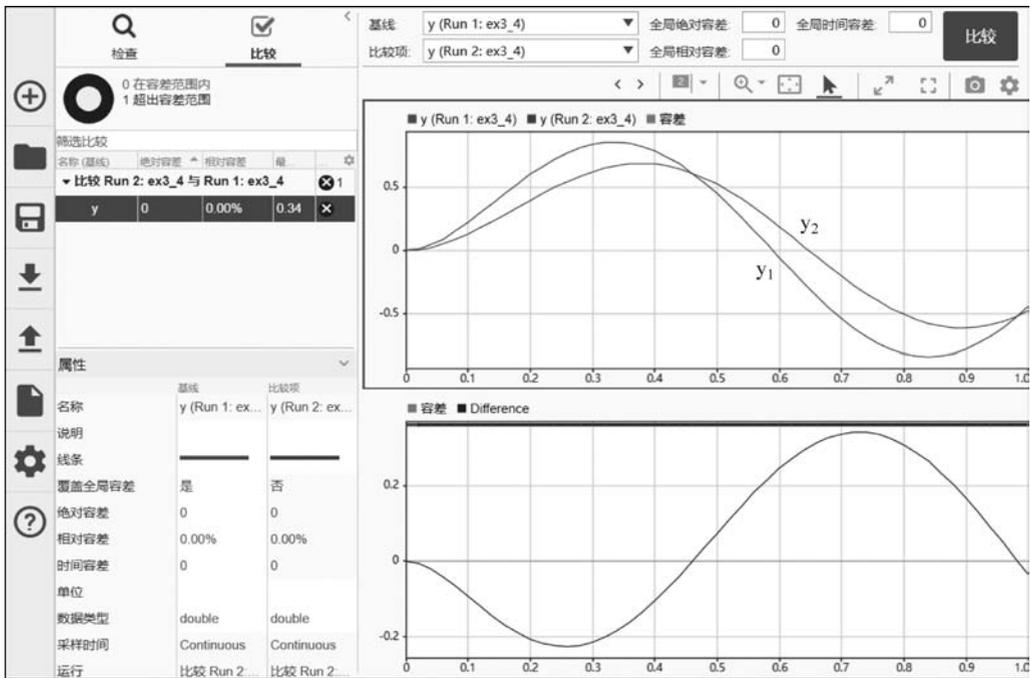

图 3-37 确定时间容差
(2) 选择“基线”下拉列表最下面的“信号”标签,此时将列出所有运行实例中的信号。单击 Run1 实例中的信号  $y$  (设为  $y_1$ )。类似地,在“比较”下拉列表中选择 Run2 实例中的信号  $y$  (设为  $y_2$ )。
(3) 在“全局绝对误差”和“全局相对误差”框中设置绝对误差和相对误差为默认值 0。
(4) 单击比较面板最右侧的“比较”按钮,此时将在比较面板下方显示比较结果,如图 3-37 所示。右侧的图形区有上下两个子图,其中上面的子图显示参与比较的两个信号波形,下方的子图显示两个信号的差值(Difference)曲线。